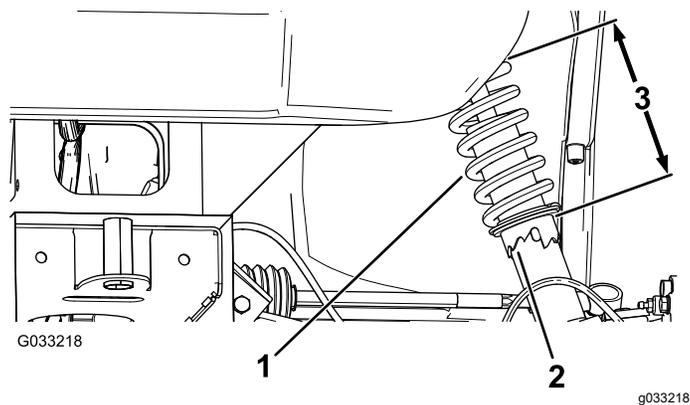

図 53
2. キャンバの調整が必要な場合には、スパナレンチでショックアブソーバのカラーを回してホイールを整列させる **図 53**。